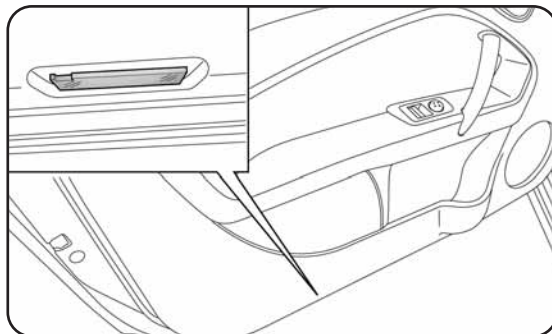

fig. 39
**PLAFONNIERS ESPACE PIEDS A EXTINCTION RETARDEE fig. 39**